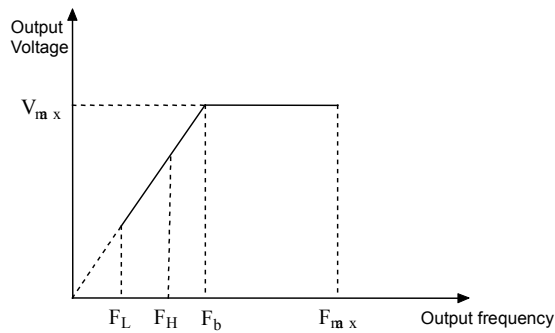

Рис. 6-1 Параметры характеристик
Максимальная выходная частота – это максимально допустимая выходная частота привода, как показано на рис. 6-1 в виде F_{max} ;
Максимальное выходное напряжение – максимально допустимое выходное напряжение привода, как показано на рис. 6-1 в виде V_{max} ;
Нижний предел частоты – минимально допустимая рабочая частота, задаваемая пользователем, как показано на рис. 6-1 в виде F_L ;
4. Схематично максимальная выходная частота, верхний предел частоты и нижний предел частоты приводятся на рис. 6-1.